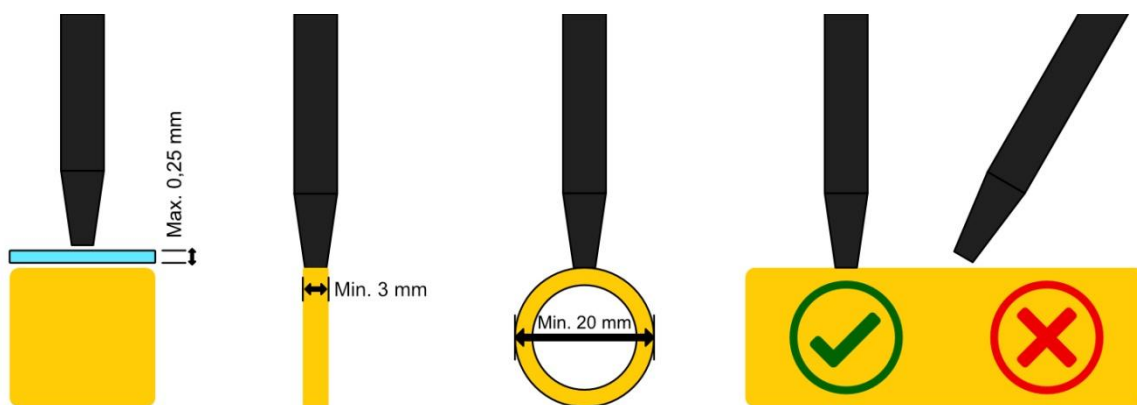

Abbildung 2 – Hinweise zur Positionierung der Messspitze.
Zur Bestimmung des Leitwerts Ihres Prüfobjekts, halten Sie die Spitze des Stiftes senkrecht auf die Oberfläche des Prüfobjekts (siehe Abbildung 2). **Setzen Sie die Spitze nicht zu kraftvoll oder auf scharfkantige Prägeränder auf, da dies die sensible Spule in der Spitze beschädigen oder zerstören kann. Ein leichtes Aufsetzen, wie beim Schreiben mit einem Kugelschreiber, ist völlig ausreichend.** Das Gerät führt pro Sekunde zwei Messungen durch. Dadurch wird der Leitwert kontinuierlich mit einer Genauigkeit von einer Nachkommastelle auf dem Display ausgegeben (3). Aufgrund der Messintervalle und der anwenderbedingten Veränderung der Position der Messspitze während der Messung ist es möglich, dass der ausgegebene Leitwert nicht konstant auf einem Zahlenwert bleibt.